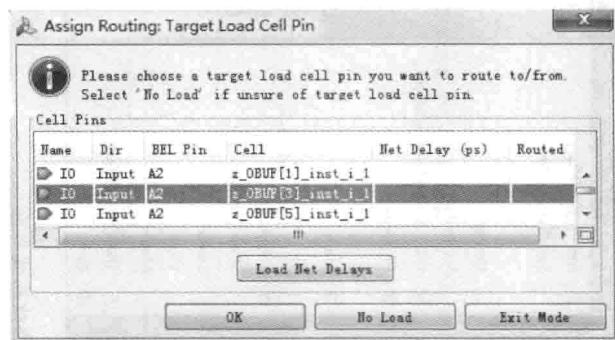

图 8.8 分配布线对话框界面
- (1) 进入 Device 设计视图。
- (2) 选择需要布线的网络。
- ① 没有布线的网络由红色的飞线表示。
- ② 部分布线网络由黄色高亮显示。
- (3) 单击右键, 出现浮动菜单。在浮动菜单内, 选择 Enter Assign Routing Mode... 选项。
- (4) 如图 8.8 所示, 出现 Assign Routing: Target Load Cell Pin 对话框界面。读者可以选择想要布线的一个负载单元引脚(可选的)。